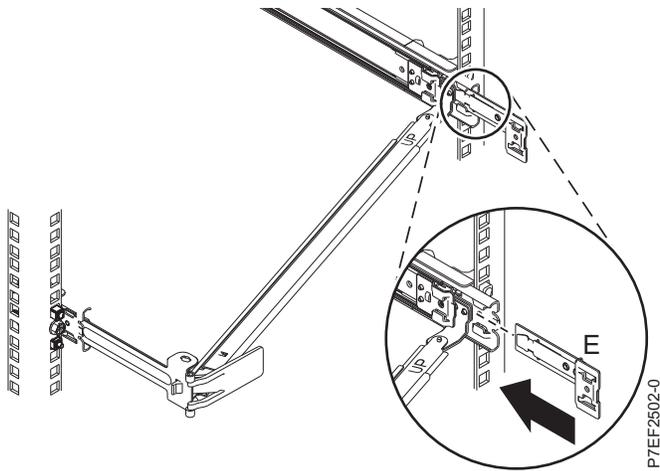

Figura 13. Instalando o suporte de extensão no trilho deslizante
5. Deslize o suporte de extensão (**E**) para o trilho deslizante da direita até que o pino com molas se encaixe no lugar. Para obter detalhes, consulte Figura 13 na página 10.